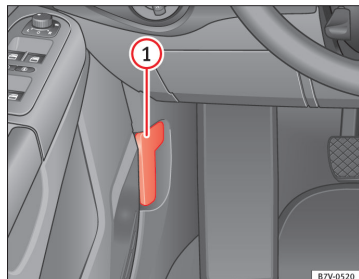

Fig. 168 I fodrummet i førersiden: greb til udløsning af motorhjelmen
- Inden du åbner motorhjelmen, skal du kontrollere, at viskerarmene ligger ind mod forruden ⇒ ①.
- Træk udløserarmen i pilens retning ⇒ Fig. 168. Motorhjelmen springer ud af låseholderens lås ved hjælp af fjederkraft ⇒ ⚠.